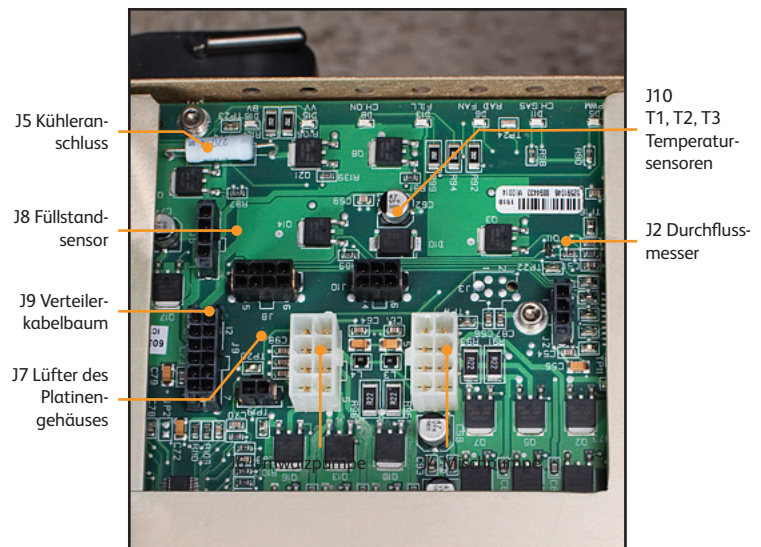

Abb. 8-15 Anschlüsse der Einlass-/Auslassleiterplatte
1. Trennen Sie vorsichtig jedes der acht mit der Platte verbundenen Kabel, indem Sie jede Verriegelungslasche lösen, bevor Sie an den Kabeln ziehen. Diese Anschlüsse sind in Abb. 8-15 dargestellt.